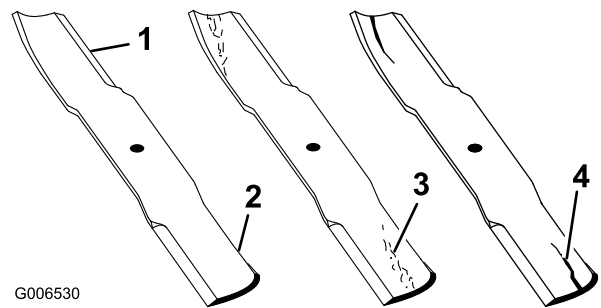

Figura 62
1. Inspeccione los filos de corte (Figura 62). Si los bordes no están afilados o tienen muescas, retire las cuchillas y afílelas. Consulte Afilado de las cuchillas.
2. Inspeccione las cuchillas, especialmente la parte curva (Figura 62). Si observa fisuras, desgaste o la formación de una ranura en esta zona (elemento 3 en la Figura 62), instale de inmediato una cuchilla nueva.